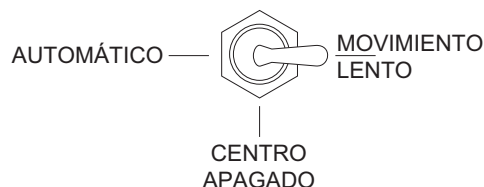

Figura 52. Interruptor de control de embolada de cilindro (JOG) (Movimiento lento)
1. Para determinar la presión del sistema hidráulico, ajuste el **interruptor de control de embolada del cilindro** (Figura 52) a la posición de **JOG** (Movimiento lento).